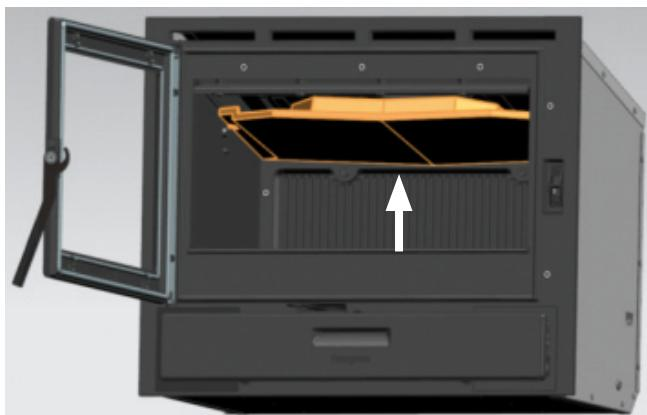

FIG. 4
- Deslizar el deflector hacia arriba, levante mas un lateral que el otro hasta que sea posible bajarle y sacarle del hogar. (Fig. 4 - 5 - 6).